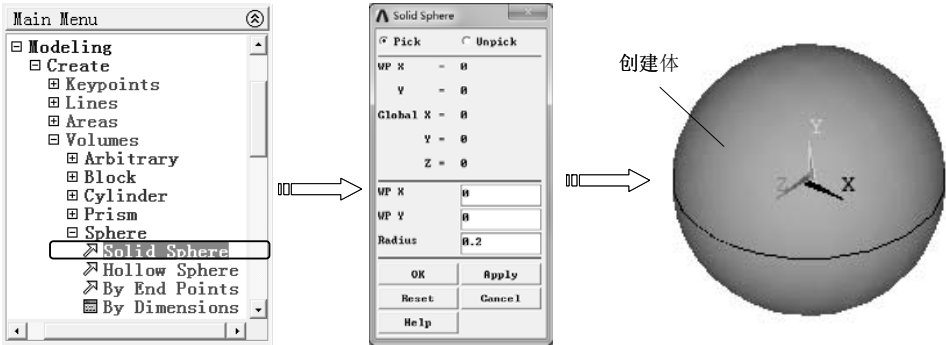

图 2-68 绘制实心球体
(1) 绘制实心球体 选择“Main Menu>Preprocessor>Modeling>Create>Volumes>Sphere>Solid Sphere”命令，弹出“Solid Sphere”对话框，在“WP X”和“WP Y”文本框中输入球的中心X、Y坐标，在“Radius”文本框中输入球半径，然后单击“OK”按钮创建球体，如图2-68所示。